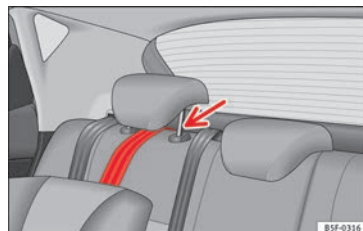

Fig. 80 Correa de sujeción: correcto ajuste y montaje.
- Dirigir la correa de sujeción del Top Tether por debajo del apoyacabezas del asiento posterior»» fig. 80 (levantar el apoyacabezas si es necesario).